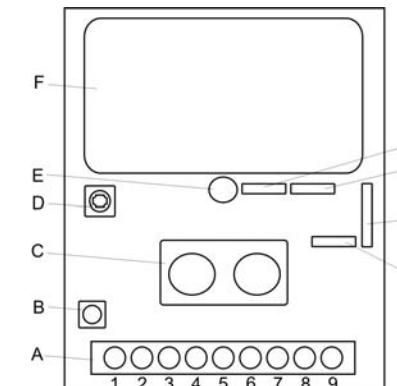

Fig. 1
- 8-Brancher les files à la borne de raccordement (figure 1)